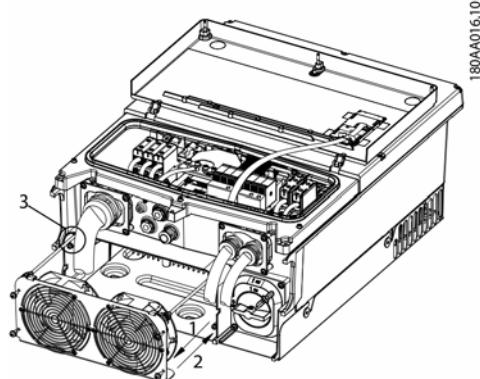

Figura 1.4
5. Estrarre il gruppo ventola. V. i punti (1) e (3) nella figura 1.4.
1. Inserire i 2 cavi neri nelle aperture sul fondo dell'inverter facendo passare 1 cavo su ciascun lato. V. il punto (3) nella figura 1.4.
2. Inserire il nuovo gruppo ventola. V. il punto (2) nella figura 1.4. Far passare il cavo all'interno dell'inverter premendo il gruppo ventola dentro all'involucro. Serrare le 4 viti (2,5 Nm).